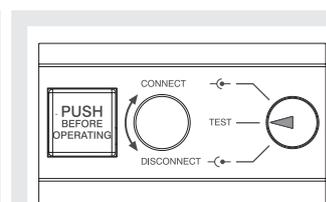

Figura 52
- interruptor en posición de prueba (véase Figura 52)